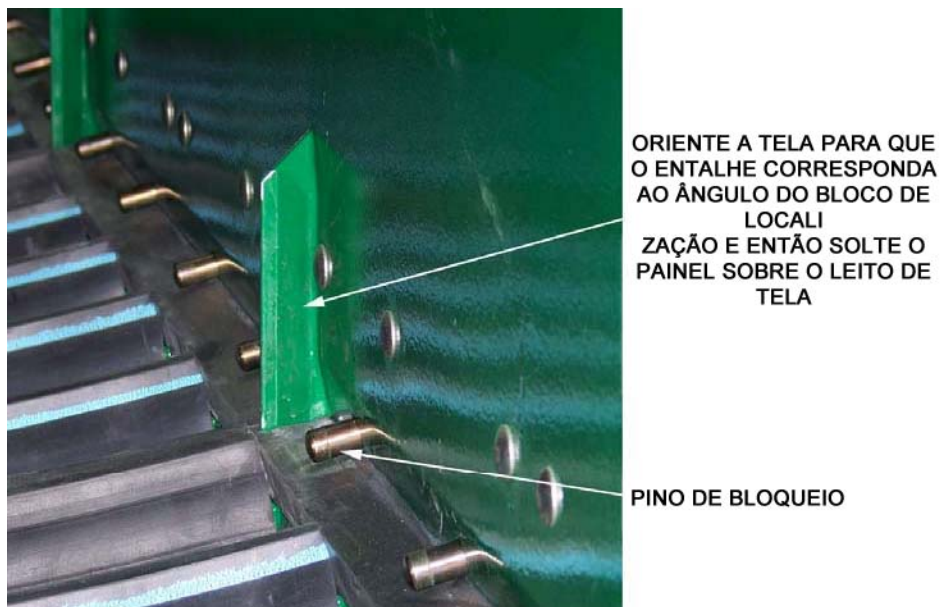

Figura 3-16 Bloco de Localização do Painel de Tela
4. Coloque um painel da tela no chassis de tela, deslize até entrar em contacto com o bloco localizador (Figura 3-16) e solte o painel no leito de tela. Repita em todas as telas.